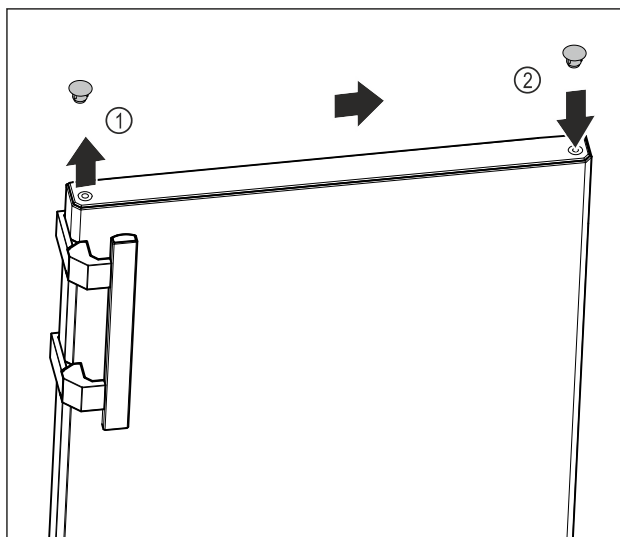

Fig. 18
- ▶ Осторожно поднимите заглушку в верхней части двери Fig. 18 (1) при помощи шлицевой отвертки.
- ▶ Установите заглушку на противоположной стороне. Fig. 18 (2)